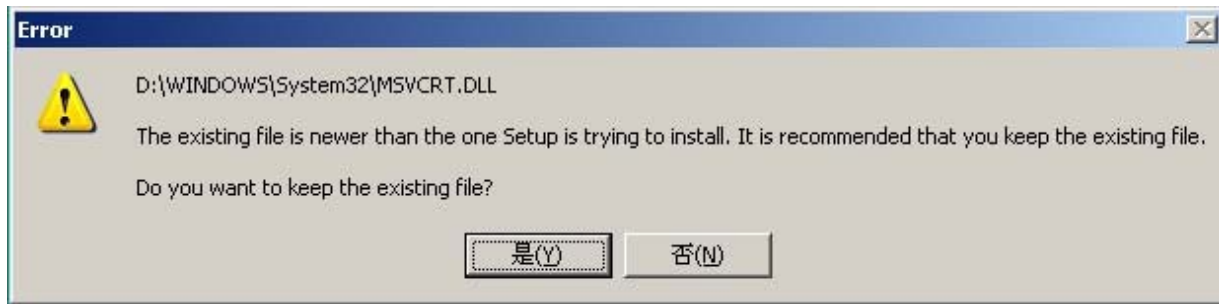

Fig. 0.7
0.7 If you see this message, click “Yes”. See Fig 0.7.